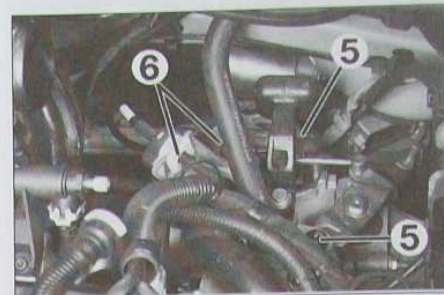

FIG. 16
- Désaccoupler les rotules (5) des câbles de commande et de sélection des vitesses puis décliper les gaines (6) de la boîte de vitesses afin de libérer le système de commande (Fig.16) (voir méthode en début de chapitre).